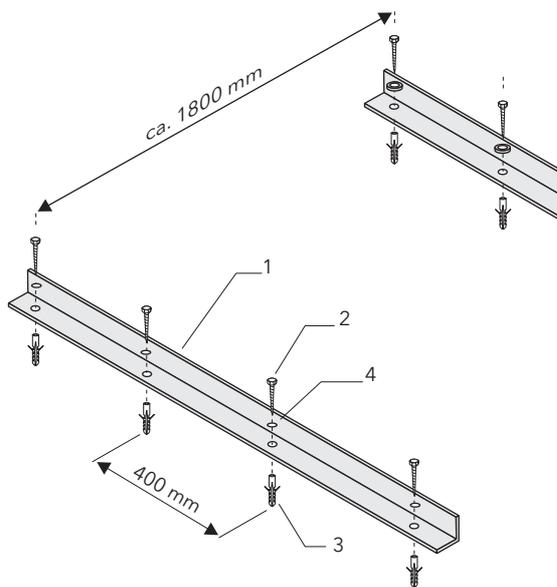
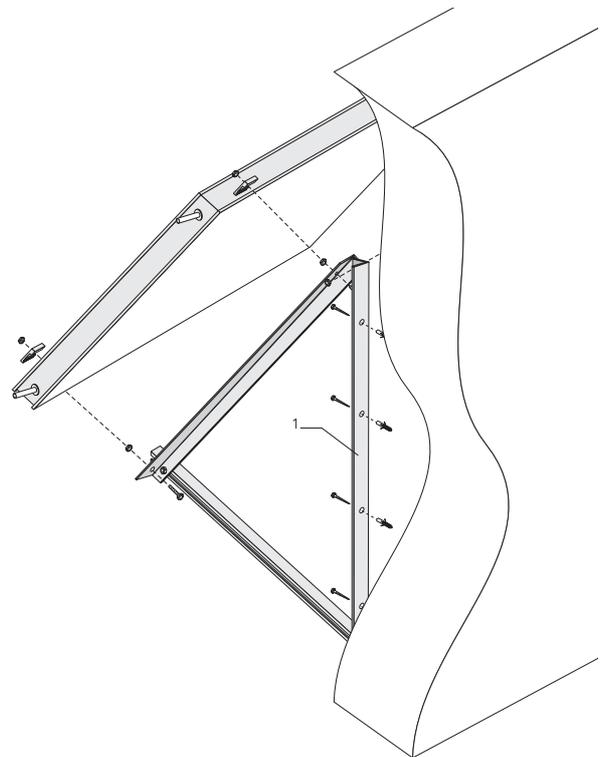

Bild 12 Bodenprofile befestigen
Bild 17 Fassadenmontage
● **Ebene A: Bodenwinkelprofil mit dem Untergrund verankern (Bild 12)**
Zur Befestigung der Kollektoren muss das Bodenwinkel­profil (1) wie in Bild 17 gezeigt senkrecht an der Wand be­festigt werden. Alle weiteren Arbeitsschritte sind ent­sprechend den Anweisungen zu Bild 12 bis 16 auszuführen.